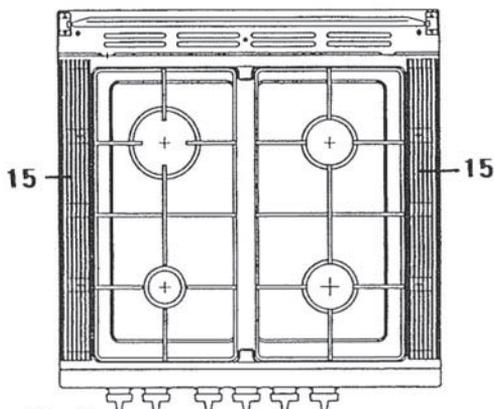

Abb. 21
Die Reinigung der Warmluftkanäle sollte vor Beginn der Heizperiode erfolgen. Hierzu sind die Warmluftgitter 15 (Abb. 21) und die ggf. darunterliegenden Siebe abzunehmen und die nun zugänglichen seitlichen Kanäle mit einer längeren flachen Bürste oder mittels einer auf den Staubsauger gesteckten Flachdüse zu reinigen.
- 9.2.3 Warmluftgitter 15 (Abb. 21) und die ggf. darunterliegenden Siebe nach oben abziehen.